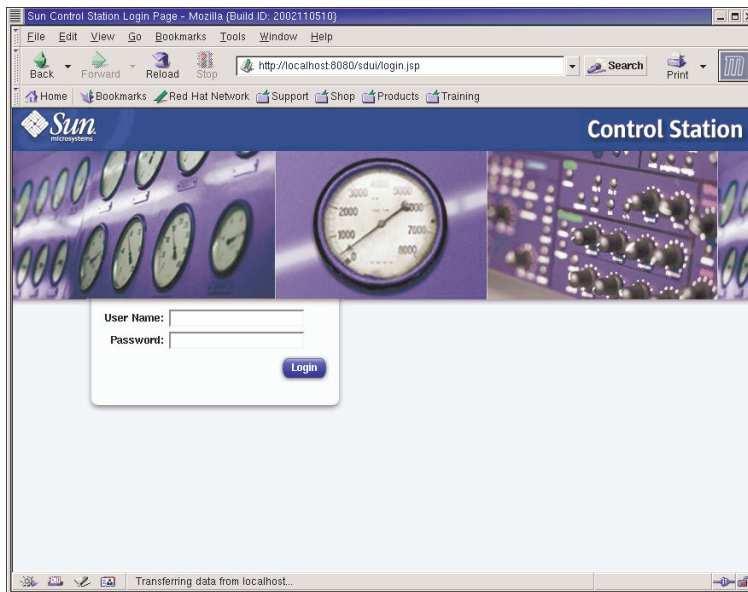

FIGURE 2-3 Exemple de page de connexion de Cluster Grid Manager
10. Dans la page de connexion Sun Control Station (voir FIGURE 2-3), connectez-vous en tant qu'administrateur SCS en utilisant les entrées par défaut indiquées ci-dessous, puis cliquez sur le bouton Login.